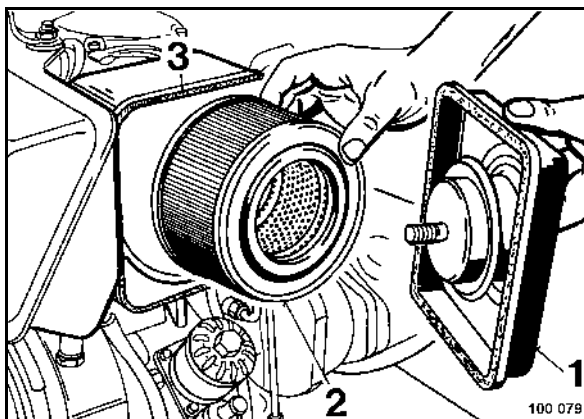

fig. 67
- Installer la cartouche filtrante (2) (fig. 67).
- Vérifier la surface de jointure (3) au carter.
- Mettre le couvercle (1) en place puis revisser l'écrou à ailettes.